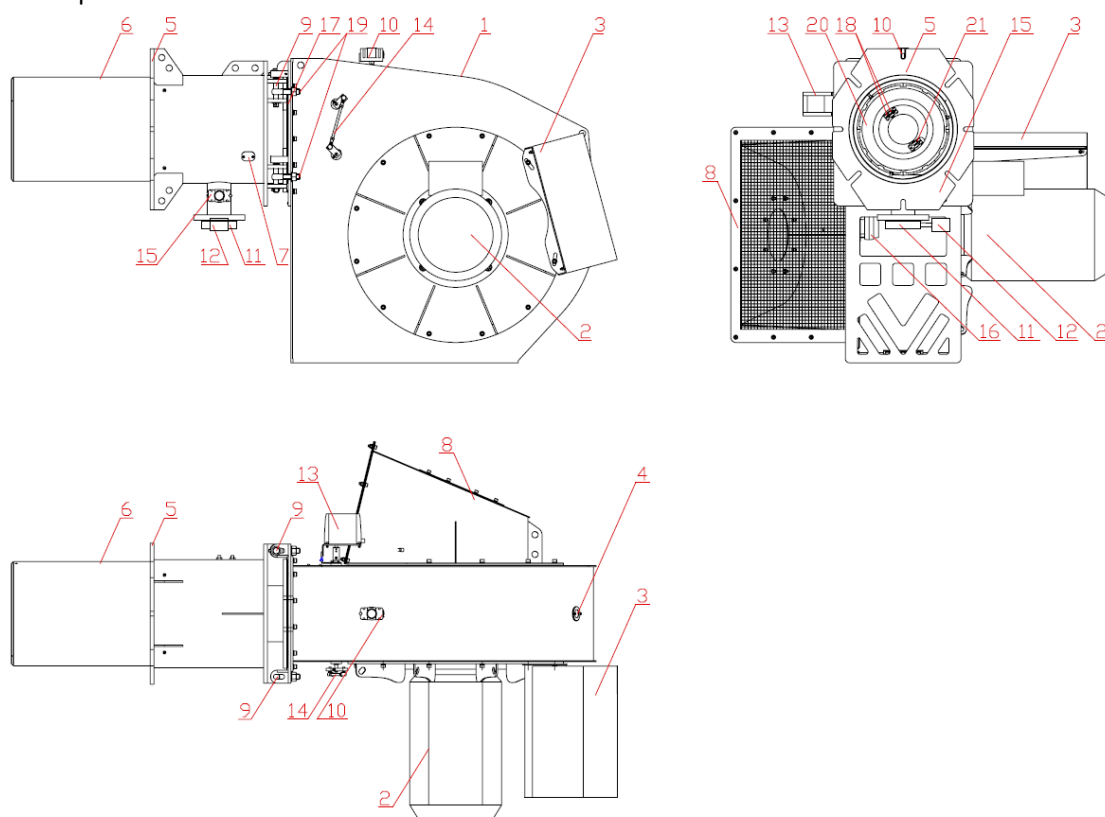

Рис.1. Общий вид устройства горелочного серии Т-5.630 G.E.
1.3.1 Состав устройства горелочного серии Т-5.630 G.E и размещение составных частей показаны на рис.1.